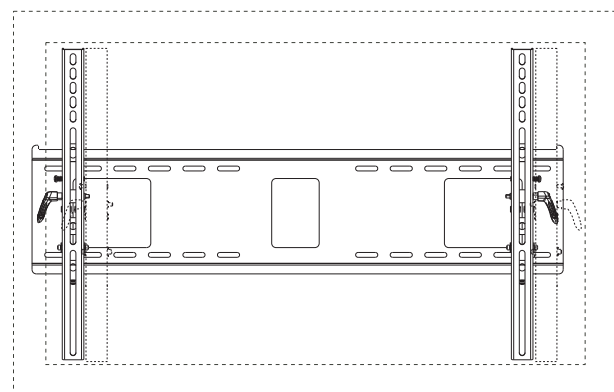

fig 3.2
**Réglage de l'écran:** L'écran peut être réglé horizontalement en desserrant les vis de sûreté/sécurité sur les supports inclinables (**BB** et **CC**) de trois tours complets. Réglez l'écran comme illustré à la fig. 3.2. Serrez les vis de sûreté/sécurité sur les supports inclinables jusqu'à ce que les extrémités des vis entrent bien en contact avec la plaque murale comme illustré dans la vue en coupe.